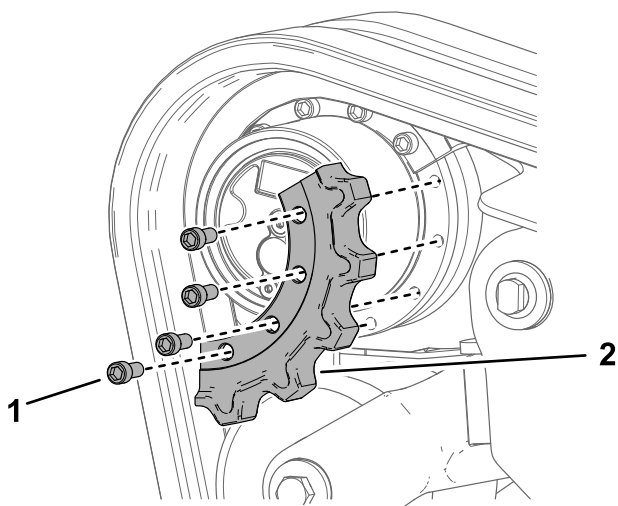

Figura 72
- Retire el segmento del piñón (Figura 72).
- Aplique fijador de roscas a los pernos de uno de los segmentos del piñón de arrastre que retiró e instale el segmento del piñón (Figura 72). Apriete los pernos a 247–301 N·m (182–222 pies-libra).